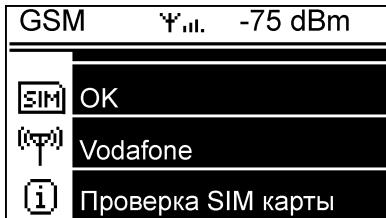

Рис. 5.7 Пример индикации состояния GSM модема на главной странице
5.6.3 Если в параметрах контроллера (Р104, табл. 5.10) установлено подключение GSM модема для передачи данных, то в структуру главной страницы индикации добавится ещё один экран - «GSM» (рис. 5.7). Описание работы с GSM модемом в п. 5.11.2.